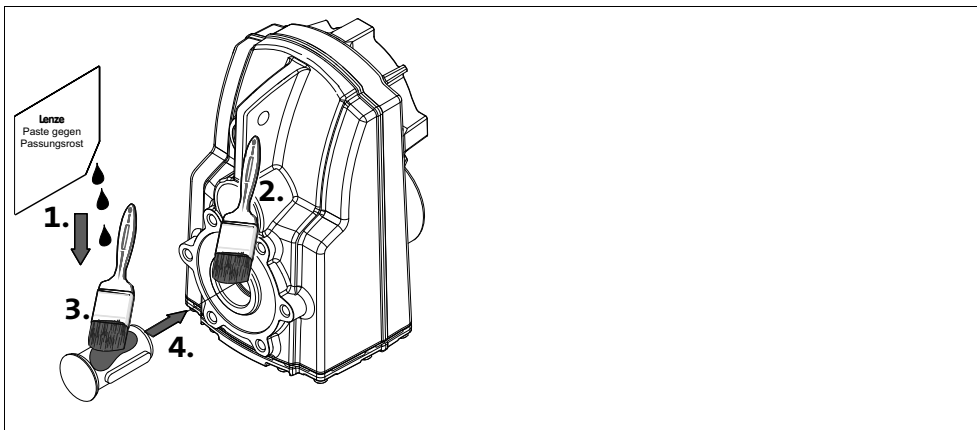

Abb. 11 Anwendung Montagepaste gegen Passungsrost (optional zu bestellen)
3. Tragen Sie eine Montagepaste (Abb. 11) auf die Welle und in die Hohlwellenbohrung auf.